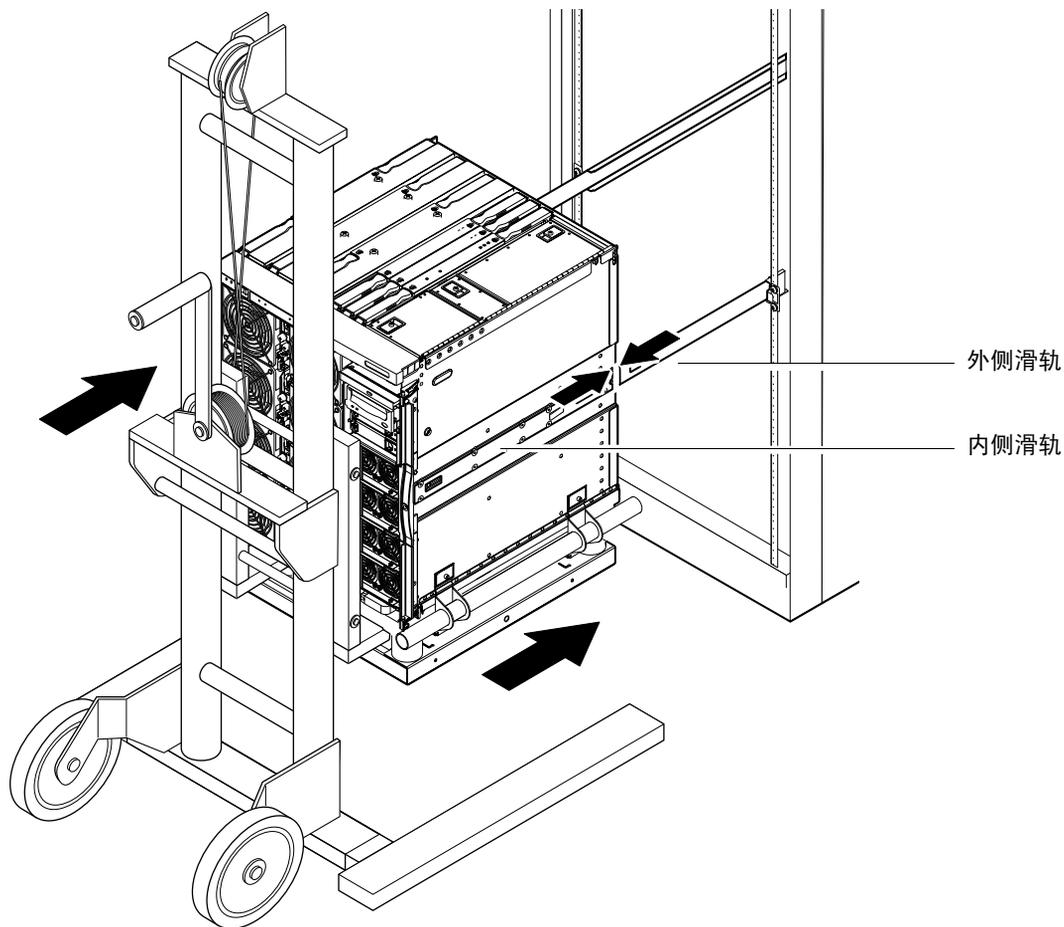

图 1-11 对齐滑轨
6. 小心地向前移动起重设备，直到服务器上的内侧滑轨完全卡入机箱上的外侧滑轨（图 1-11）。